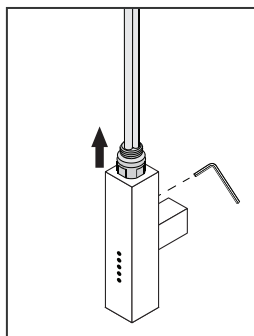

Рис.2
- 4.1. Перед началом монтажа необходимо ослабить стопорный винт в задней части МЭМ 3.0 CUBE ключом ШГ №2,5 и выдвинуть нагревательный элемент относительно корпуса (рис. 2).